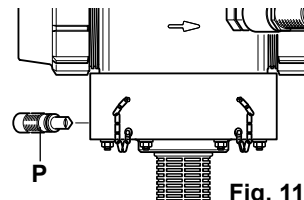

Fig. 11
- De schroef van de lediging (Fig. 11-P) ook losschroeven, hem verwijderen en het water laten lopen.